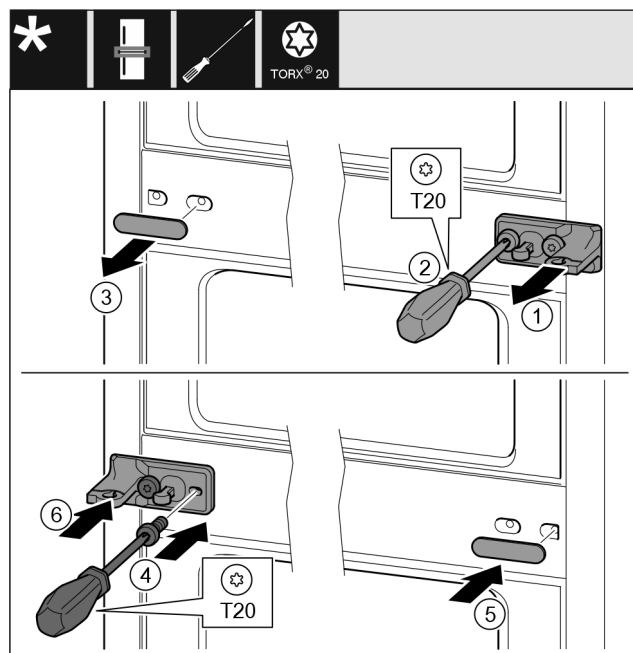

Fig. 29
- ▶ Sfilare la rondella Fig. 29 (1).
- ▶ Estrarre le viti Fig. 29 (2) con un cacciavite.
- ▶ Estrarre la copertura Fig. 29 (3) con cautela.
- ▶ Stringere bene il blocco di supporto con pellicola Fig. 29 (4) ruotato di 180° sull'altro lato.
- ▶ Applicare la copertura Fig. 29 (5) ruotata di 180° sull'altro lato.
- ▶ Infilare la rondella Fig. 29 (6) dal davanti.